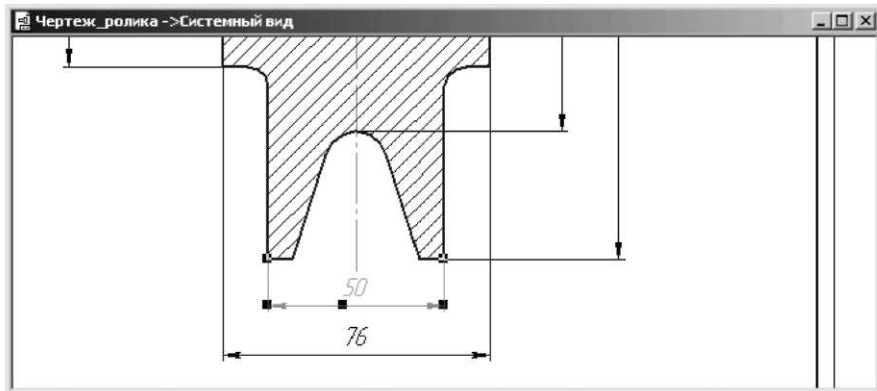

Рисунок 4.22 Приклад виділення розміру
– клацніть по будь-якому елементі розміру. Він виділиться зеленим кольором і з'являться характерні крапки. Приклад такого стану розміру показаний на рис. 4.22.